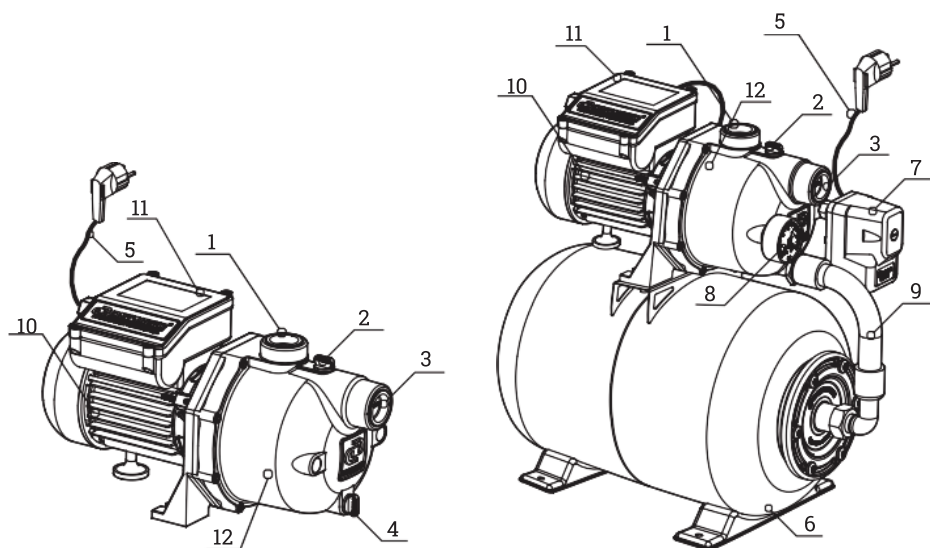

Рисунок 2
- Электрокабель с вилкой (рисунок 2).